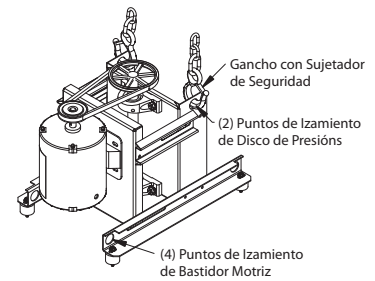

Figura 3 — Orejetas para Izar
- Use orejetas para izar en el bastidor motriz para levantar y colocar la unidad encima de la base de montaje fija. Consulte la Figura 3.